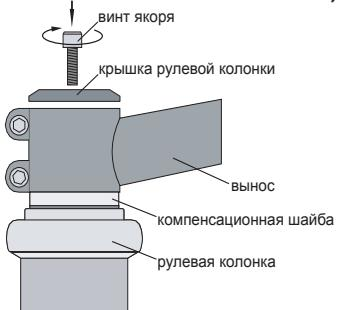

рис. 7
- убедитесь, что все сборочные единицы рулевой колонки собраны правильно и стоят на своих местах (рис. 7);